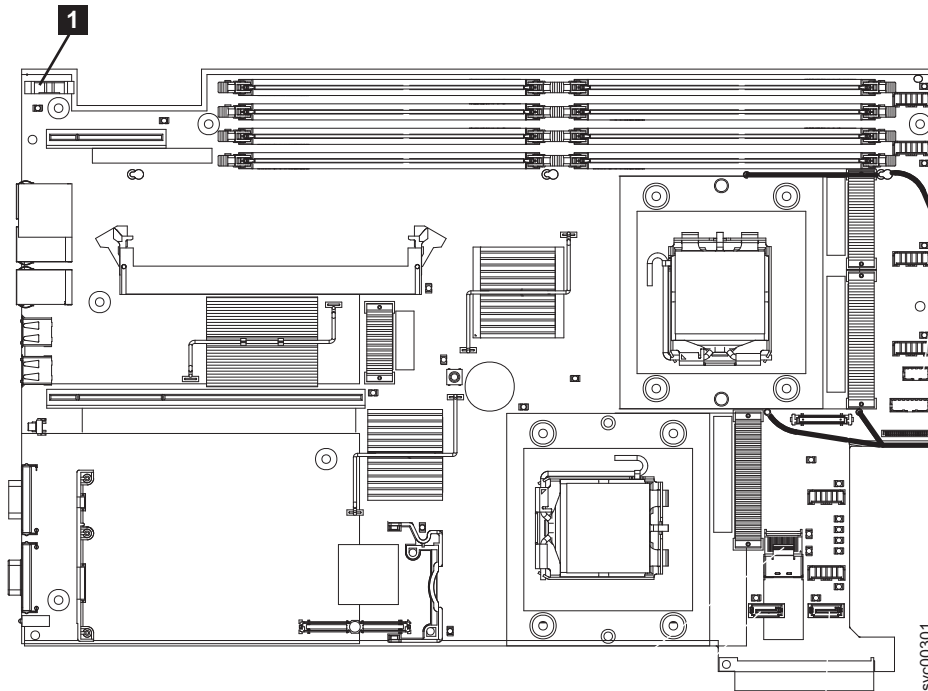

図 144. SAN ボリューム・コントローラー 2145-8G4 CMOS バッテリー・ホルダーの位置
- システム・ボード上のバッテリーを見つけます。175 ページの図 144 は、バッテリーの位置 (1) を示しています。